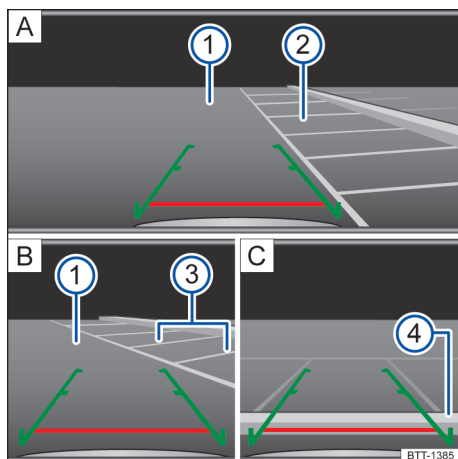

Fig. 95 Exibição do display do rádio ou do sistema de navegação: entrar na vaga de estacionamento com a câmera de marcha a ré (representação esquemática).
Legenda para exibição do display → Fig. 95:
2.	Posicionar o veículo na frente da vaga de estacionamento → Fig. 95 A ②.
4.	Conduzir para trás devagar e manobrar de modo que as guias verdes laterais conduzam entre as linhas de delimitação da vaga de estacionamento selecionada → Fig. 95 A ②. Observar a seguinte mensagem: Controlar a trajetória do veículo! → ▲ em Introdução ao tema na página 114 !
5.	Alinhar o veículo na vaga de estacionamento selecionada de modo que as guias verdes laterais fiquem em cima das linhas de limitação lateral → Fig. 95 B ③.
6.	Parar o veículo o mais tardar ao atingir a guia vermelha horizontal de limitação traseira, por exemplo, meio-fio → Fig. 95 C ④.